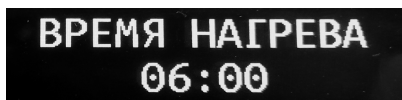

Рисунок 16. Цифровой индикатор Устройства, отображающий установку времени нагрева
**ВРЕМЯ НАГРЕВА:** Изменение времени нагрева воздуха (по умолчанию 6 ч) произвести, нажав кнопку «ВРЕМЯ НАГРЕВА» (12), и далее, нажатиями на кнопки «–» (13) и «+» (18), установить длительность нагрева каменки (термостатирования) (рис. 16);